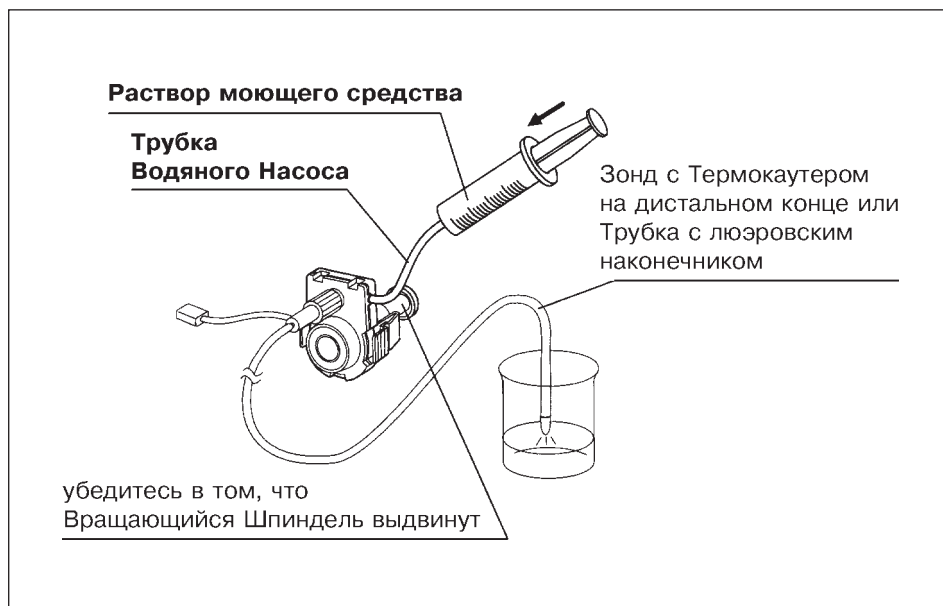

Рис. 6.4
4. Шприц ёмкостью 30 см³ или более, наполненный раствором моющего средства, присоедините к Трубке Водяного Насоса и введите раствор (См. рис. 6.4).